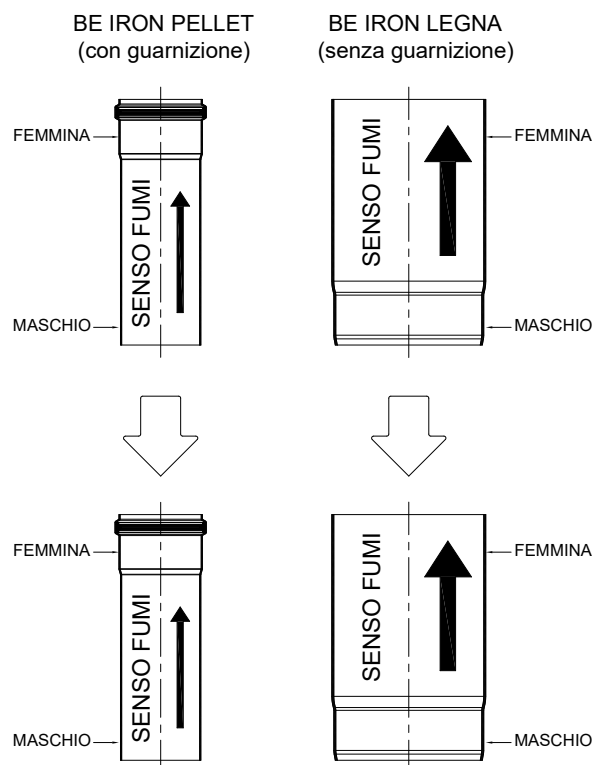

Fig. 1
- 3) **Controllare** il senso dei fumi indicato negli elementi, la femmina deve essere sempre rivolta verso l'alto vedi Fig. 1;